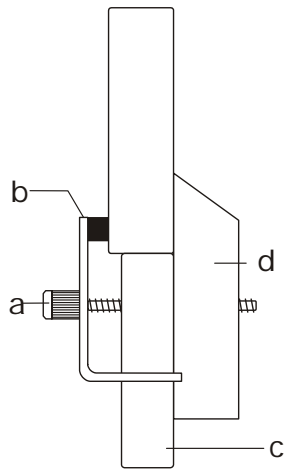

Fig. 5 Montage du cristal sur le porte-échantillon (a Vis, b Griffes de serrage, c Support, d Partie fixe du porte-échantillon)
- Enlever la griffe de serrage du porte-échantillon et placer les baguettes en verre (U19205) sur le porte-échantillon au moyen du clip de montage (voir Fig. 5).
- Régler le bras de mesure sur l'angle $2\theta = 45^\circ$. Sélectionner le côté du goniomètre pour que le rayon incident et le rayon réfléchissant se situent sur la face inclinée du porte-échantillon (voir également Fig. 5).